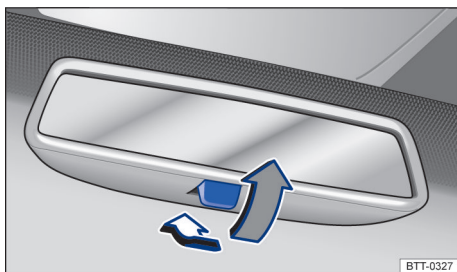

图 75 前风窗上：手动防眩目车内后视镜
- 后拨调整杆即可将车内后视镜调至防眩目状态 → 图 75。